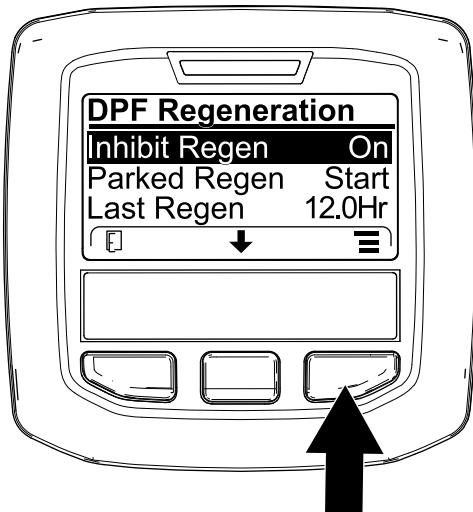
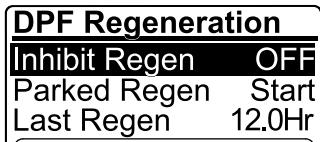

Figure 47
Figure 48
- Ouvrez le menu Régénération du FAP, appuyez sur le bouton central pour naviguer jusqu'à l'option INHIBIT REGEN et appuyez sur le bouton droit pour la sélectionner (Figure 47).
- Appuyez sur le bouton droit pour faire passer le paramètre Inhibit Regen de On à Off (Figure 47) ou inversement (Figure 48).